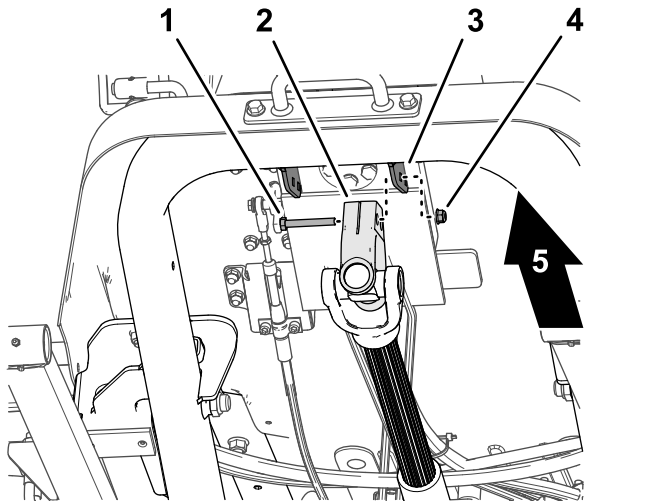

Figure 17
1. Soutenez l'arbre d'entraînement, puis retirez la vis et le contre-écrou qui fixent la chape de l'arbre sur le support de fixation du distributeur de direction (**Figure 17**), et abaissez l'arbre avec précaution.